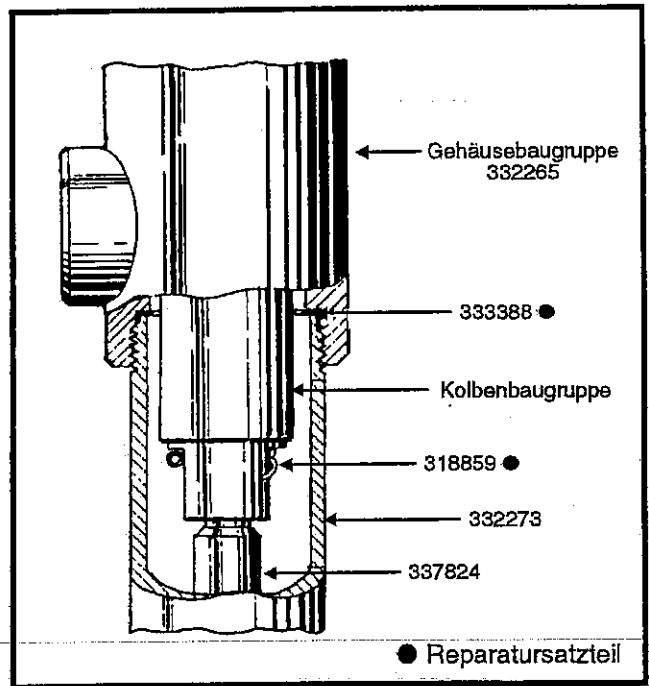

Abbildung 2: Trennung des Antriebskopfstücks von der Pumpenrohrbaugruppe
B. Das Antriebskopfstück 332259 folgendermaßen von der Pumpenrohrbaugruppe trennen: (Beziehen Sie sich, sofern nicht anders angegeben, auf Abbildung 2).